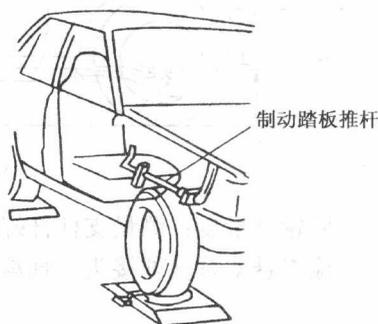

图 1-5 用推杆压制动踏板
4) 为防止车轮滚动而影响测量结果, 可使用一个制动踏板推杆来压紧脚踏制动踏板 (图 1-5), 但不允许操作人员坐在车上踩制动踏板。